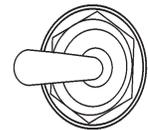

Figura 24. Interruptor de control de bombeo (Remoto)
2. En la caja de control, coloque el interruptor de control de bombeo en la posición de **REMOTO ENCENDIDO/REMOTE ON** (Figura 24).